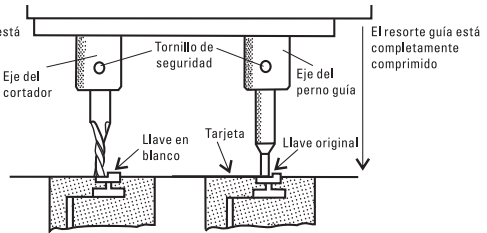

Figura 11
7. Coloque una esquina de la tarjeta en el corte de la llave original, baje lentamente la manija de alimentación vertical hasta que la esquina esté oprimida entre el cortador y la parte de corte de la llave, después apriete el tornillo de seguridad de profundidad vertical haciéndolo girar en sentido de las manecillas del reloj para detener por completo el movimiento vertical (Figura 11).